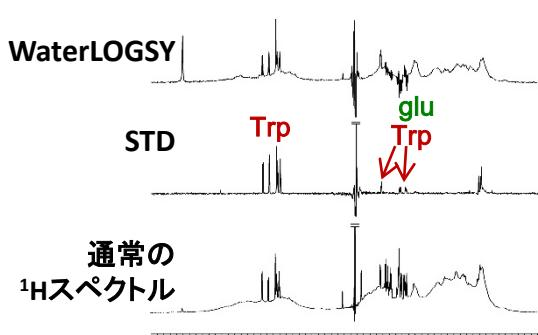

図1 WaterLOGSY法とSTD法の比較：ヒト血清アルブミン（HSA）とトリプトファン（Trp）複合体のNMR
- ヒト血清アルブミン（HSA）とトリプトファン（Trp）の複合体の通常の¹H NMRスペクトルに対するWaterLOGSY法及びSTD法によるスペクトルを図1に示します。
- WaterLOGSY法では、タンパク質によるシグナルは十分には消去できていませんが、結合しないグルコースのシグナルは下向きになります（図1上）。
- STD法では、タンパク質によるシグナルは効率よく消去され、結合したトリプトファンのシグナルをより鮮明に確認することができます（図1中）。